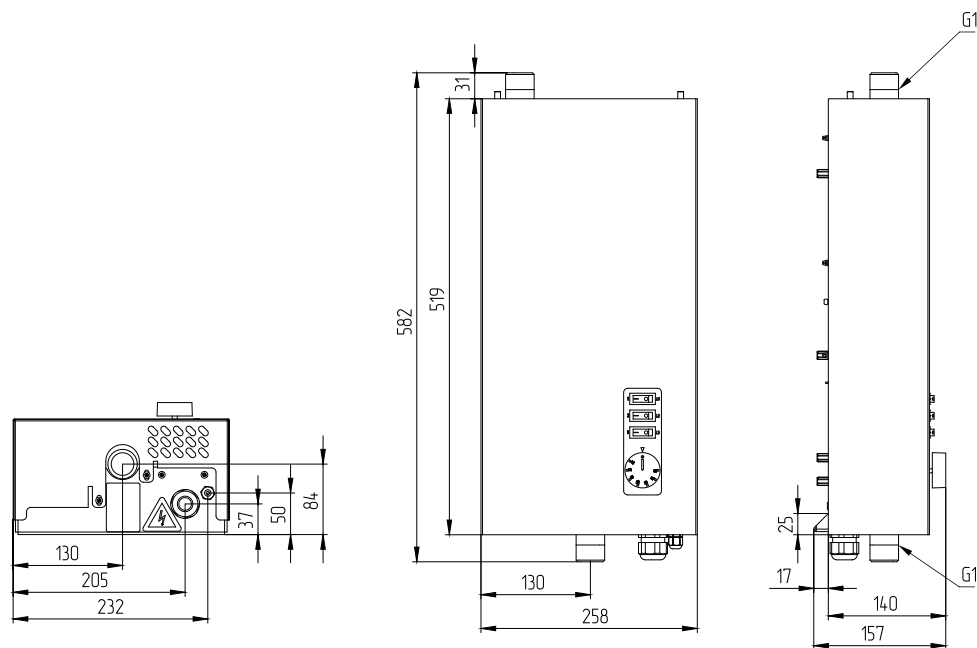
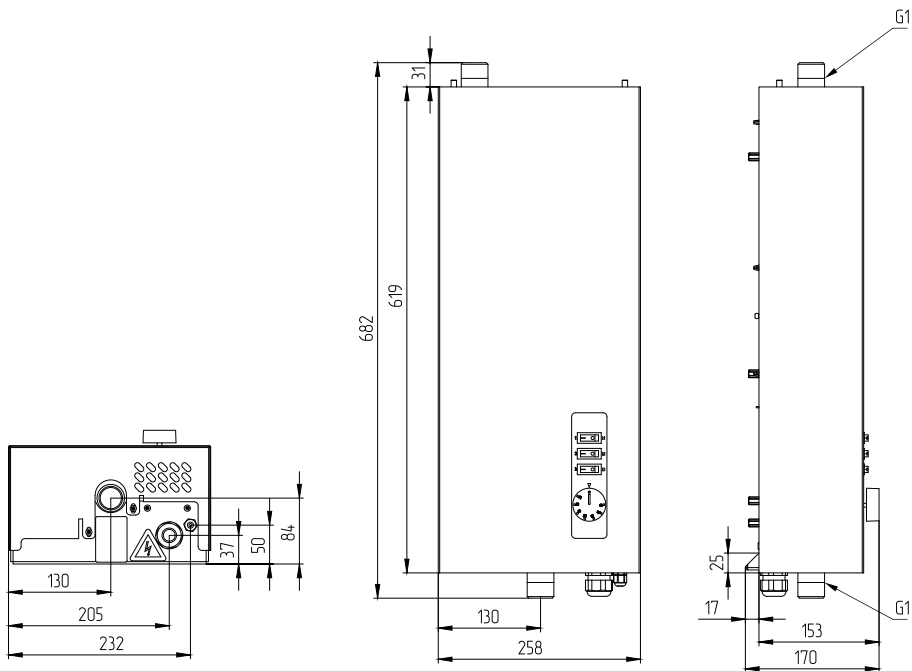
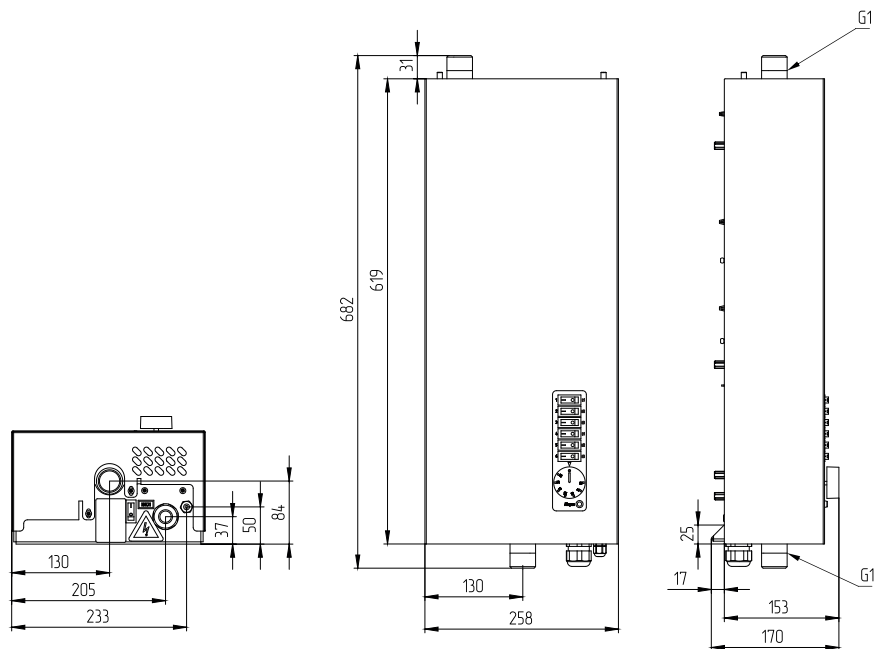
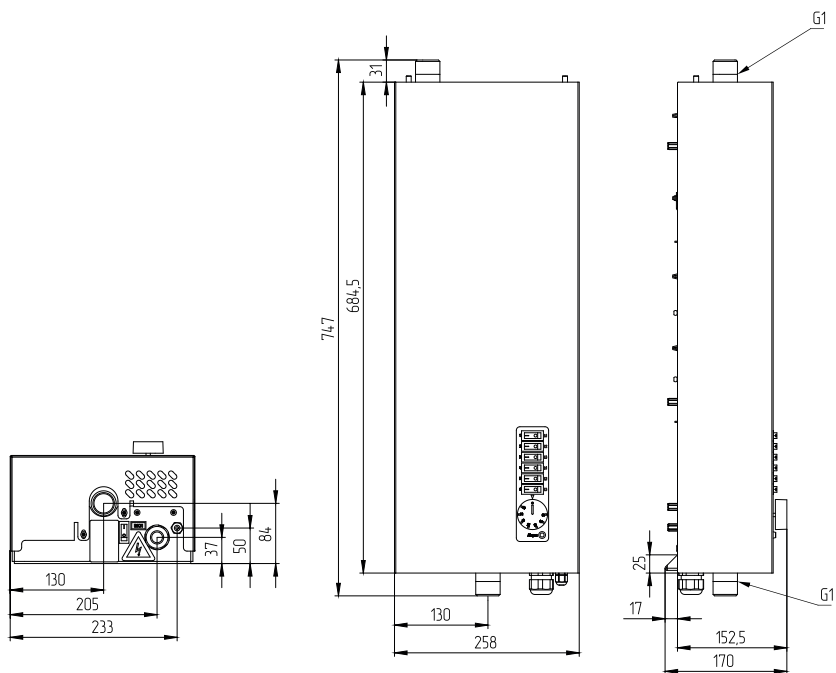

Рис.11 Габаритные размеры котлов ZOTA Balance 3 - 6 кВт
**Рис.12 Габаритные размеры ZOTA Balance 7,5 - 9 кВт**
**Рис.13 Габаритные размеры котлов ZOTA Balance 12 - 15 кВт**
**Рис.15 Габаритные размеры котлов ZOTA Balance 18 - 21 кВт**
- Подсоединить котел к системе отопления. Габаритные и присоединительные размеры котлов указаны на **Рис.11; Рис.12; Рис.13; Рис.14; Рис.15;**